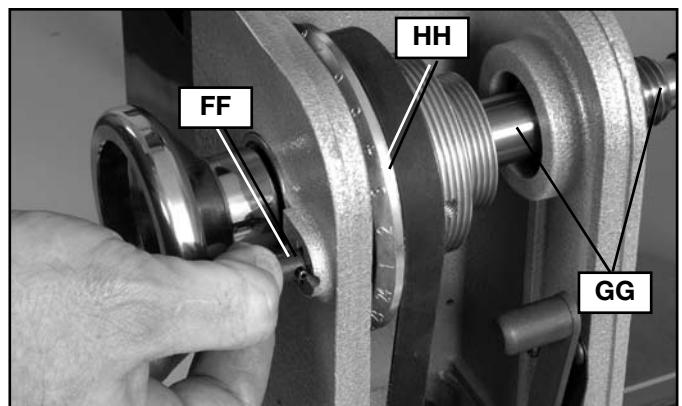
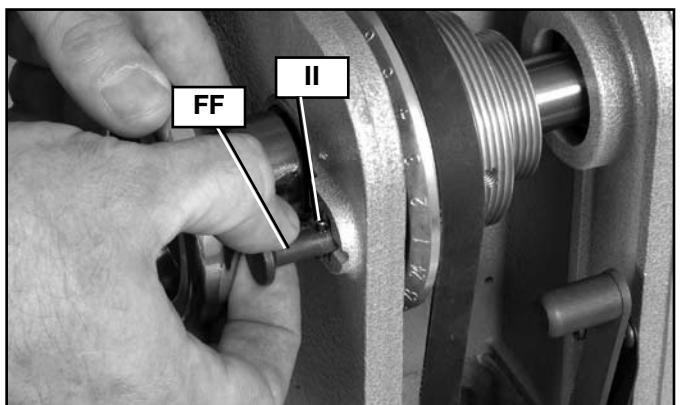

Fig. 21
Fig. 22
Le tour est doté d'une goupille d'indexation (FF), fig. 21. Elle permet de bloquer l'arbre (GG) en 24 positions différentes [comme inscrit sur la roue indexée (HH)] pour satisfaire aux diverses applications. Utilisation de l'outil :
1. Tourner la roue indexée (HH) de sorte que l'arbre soit dans la position voulue.
2. Tirer légèrement sur la goupille d'indexation (FF) pour la dégager de sa rainure.
3. Faire pivoter la goupille sur 90 degrés de sorte que la contre-goupille (II) s'aligne avec l'encoche comme montré à la fig. 22.
4. Relâcher la goupille d'indexation (FF) pour qu'elle s'insère dans la roue indexée de numéros (HH), fig. 21 et bloque l'arbre (GG) en position.
**REMARQUE :** ne pas utiliser la goupille d'indexation (FF) pour bloquer l'arbre lors du retrait de la plaque de montage. Une telle pratique risque d'endommager la goupille. Pour retirer la plaque de montage, respecter les directives décrites sous la rubrique « **RETRAIT DE LA PLAQUE DE MONTAGE** ».